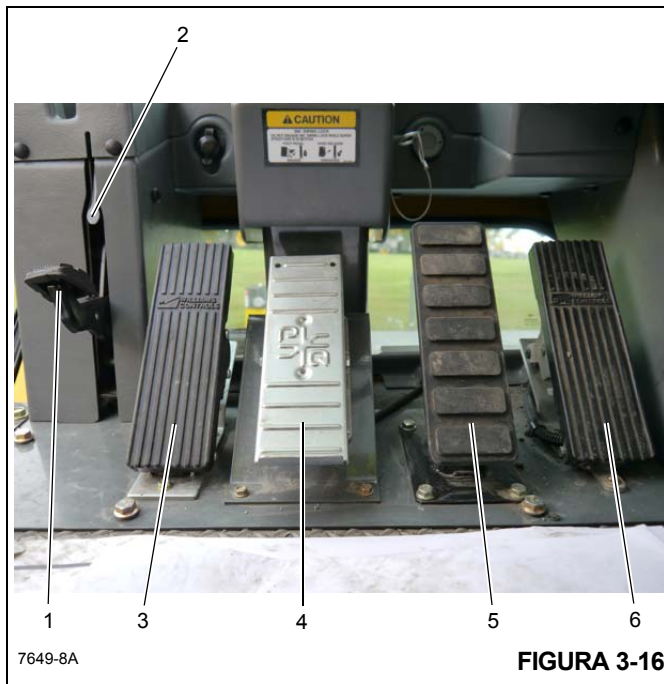

FIGURA 3-16
El pedal del bloqueo de giro en 360° (1) (Figura 3-16) se encuentra en el lado izquierdo del piso de la cabina de la grúa. El pedal se utiliza para activar el sistema de bloqueo de giro para evitar que la superestructura gire. Para soltar el bloqueo de giro, tire de la palanca de soltado del bloqueo de giro de 360° (2) hacia arriba.
El pedal del freno de giro (3) (Figura 3-16) se encuentra en el lado izquierdo del piso de la cabina. El pedal del freno de giro se usa para reducir la velocidad del movimiento de giro o detenerlo. La fuerza de frenado es proporcional a la distancia que se pise el pedal. Si no se pisa el pedal y se desengrana la válvula de control del freno de giro, se aplica presión hidráulica al freno, lo cual vence la tensión de su resorte para soltarlo. Cuando se pisa el pedal, se acciona la válvula del servofreno de giro que aplica presión al conjunto del freno. Esta presión auxilia a la tensión del resorte para vencer la presión hidráulica aplicada al circuito de liberación del freno, lo cual aplica el freno según la presión recibida de la válvula del servofreno de giro.
El pedal de control de telescopización (4) (Figura 3-16), presente cuando la grúa está provista de malacate auxiliar, se encuentra en la parte central del piso de la cabina. Pise la parte superior del pedal para extender la pluma y la parte inferior del pedal para retraerla.
El pedal de frenos de servicio (5) (Figura 3-16) es el segundo pedal contado desde la derecha en el piso de la cabina. El pedal se pisa para regular la aplicación de los frenos de servicio.
El pedal del acelerador (6) (Figura 3-16) se encuentra en el lado derecho del piso de la cabina. Se usa para controlar la aceleración del motor, la cual aumenta o disminuye proporcionalmente según la presión aplicada al pedal. El pedal está conectado por medios eléctricos al módulo de control de la superestructura, el cual envía una señal a la unidad de control del motor por vía del enlace de datos J1939.